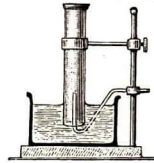

Abb. 9
**6. Das Volumen einer Gasmenge** bestimmt man ebenfalls mit dem Meßzylinder, den man aber vorher ganz mit Wasser füllt und ihn dann umgekehrt (d. h. mit der Mündung nach abwärts) in eine Wanne mit Wasser stellt (Abb. 9). In diesen Zylinder läßt man nun von unten her die gewünschte Gasmenge einströmen. Diese Vorrichtung heißt **pneumatische Wanne**.